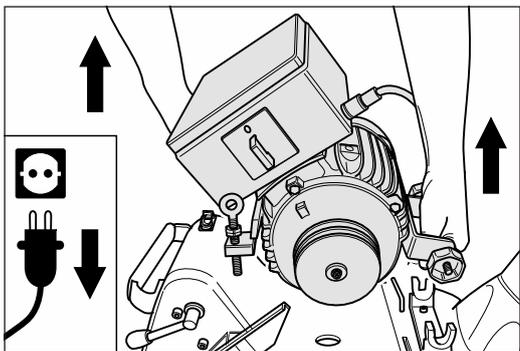

Abb. 34 Den Motor von der Maschine abnehmen.
- 10 Nehmen Sie den Motor vom Maschinengehäuse ab (Abb. 34) und sichern Sie ihn beim Transport gegen das Verrutschen und Beschädigungen!